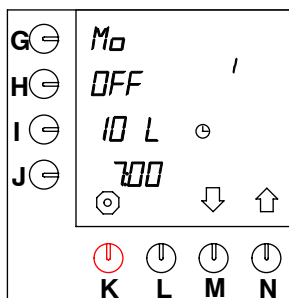

Fig. 34 Impostazioni preprogrammate (inattive)
Sono preprogrammate 14 "impostazioni orarie" per tutti i giorni della settimana. Non appena tali valori vengono attivati mediante la procedura seguente, diventano attivi e visibili solo in modalità utente. Le impostazioni possono essere tutte configurate come si desidera. Le 14 impostazioni sono configurate sui valori standard (vedere fig. 34):
- Premere il tasto di selezione (N.) $\uparrow$  fino a che sullo schermo viene visualizzato quanto illustrato nella fig. 34